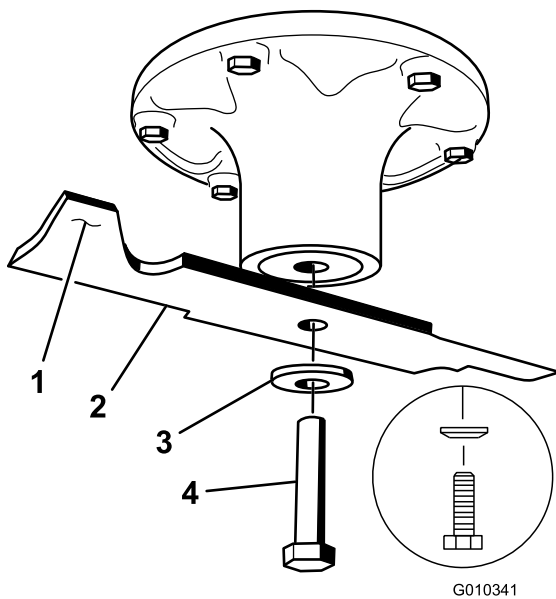

Bild 66
2. Entfernen Sie die Messerschraube, Wellenscheibe und das Messer von der Spindelwelle (Bild 66).
- Setzen Sie das Messer auf die Spindelwelle (Bild 66).
- Setzen Sie die Federscheibe und Messerschraube so ein, dass der Konus der Federscheibe zum Schraubenkopf zeigt (Bild 66).